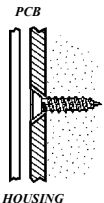

Figure 1: Mounting Screw Position
8. Befestigen Sie den Rückteil des Senders mit Schrauben an der Wand. Verwenden Sie ISO 7050 (ST3.5 x 22) oder gleichartige Senkblechschrauben, sodass der Schraubenkopf den PCB nicht berührt – sehen Sie Abbildung 1.